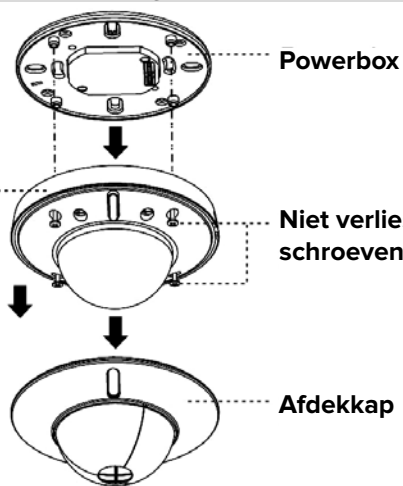

Fig.9
- 4 sluit de bekabeling aan op de powerbox volgens het gewenste bedradings schema (zie Fig.9).